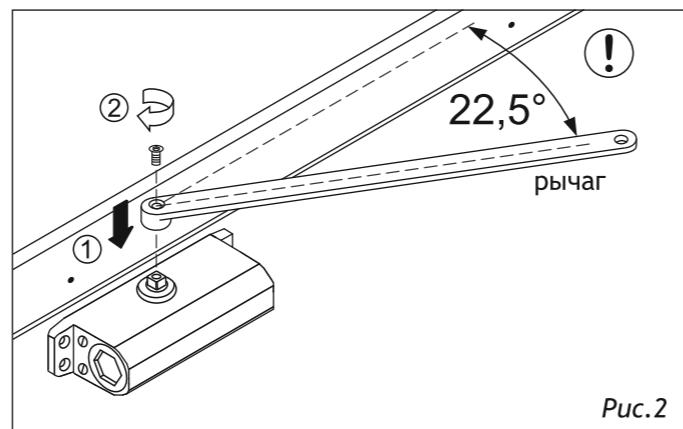

Рис.2
3. Установите рычаг на доводчике под углом 22,5 градуса к горизонтальной плоскости к дверному полотну и закрепите его винтом M5x13 под шестигранный ключ из комплекта крепежа (рис.2);